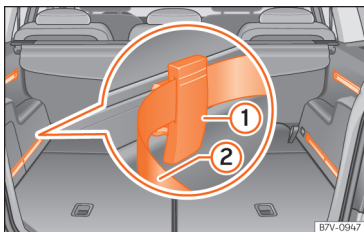

Abb. 146 Im Gepäckraum: Schienensystem mit verschiebbaren Fixierelementen (1) und verstellbarem Spanngurt (2).
- Fixierelement mit den Rillen nach oben »» **Abb. 146** (1) von oben in die Schiene einsetzen und unten andrücken.